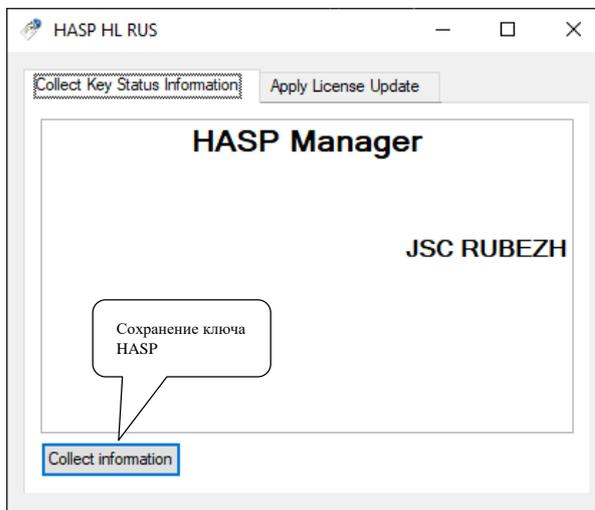

Рисунок 34.2 – Окно «HASP_Manager», информация о ключе HASP сохранена в файл
- После установки ПО на ПК потребителя, из папки с ПО FireSec запустить утилиту «HASP_Manager», по кнопке «Collect information» считать ключ HASP и сохранить в файл (рисунок 34.2).